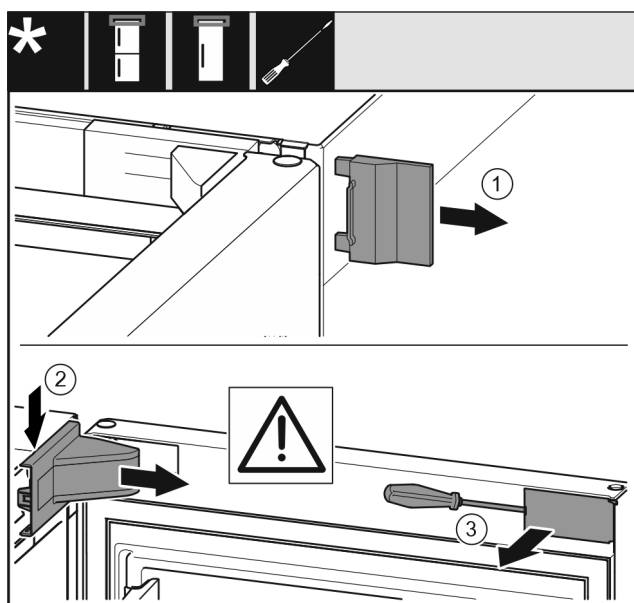

Fig. 8
- Retire la cubierta exterior. Fig. 8 (1)
- Desencaje y suelte la cubierta del soporte de cojinete. Retire la cubierta del soporte de cojinete. Fig. 8 (2)
- Desencaje el panel con el destornillador para tornillos de cabeza ranurada y gírelo lateralmente. Fig. 8 (3)